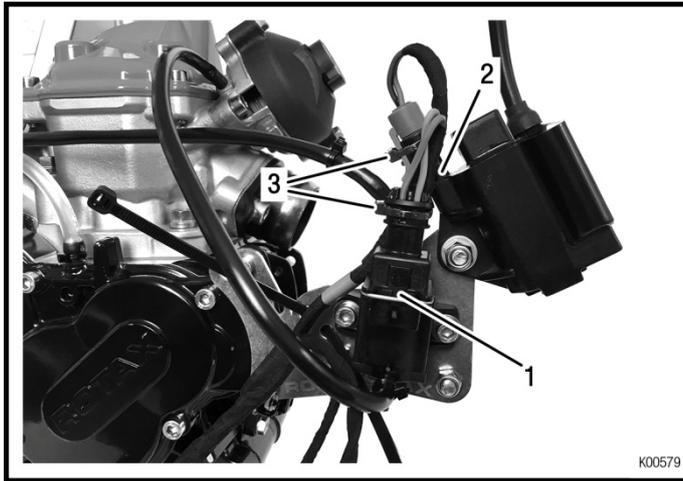

Fig. 25
- ➡ ソレノイドバルブ(pos.1)と点火コイル(pos.2)に接続します。二つのコネクター(緑印)(pos.3)を2つの部品に取付けます。 Fig. 25 参照